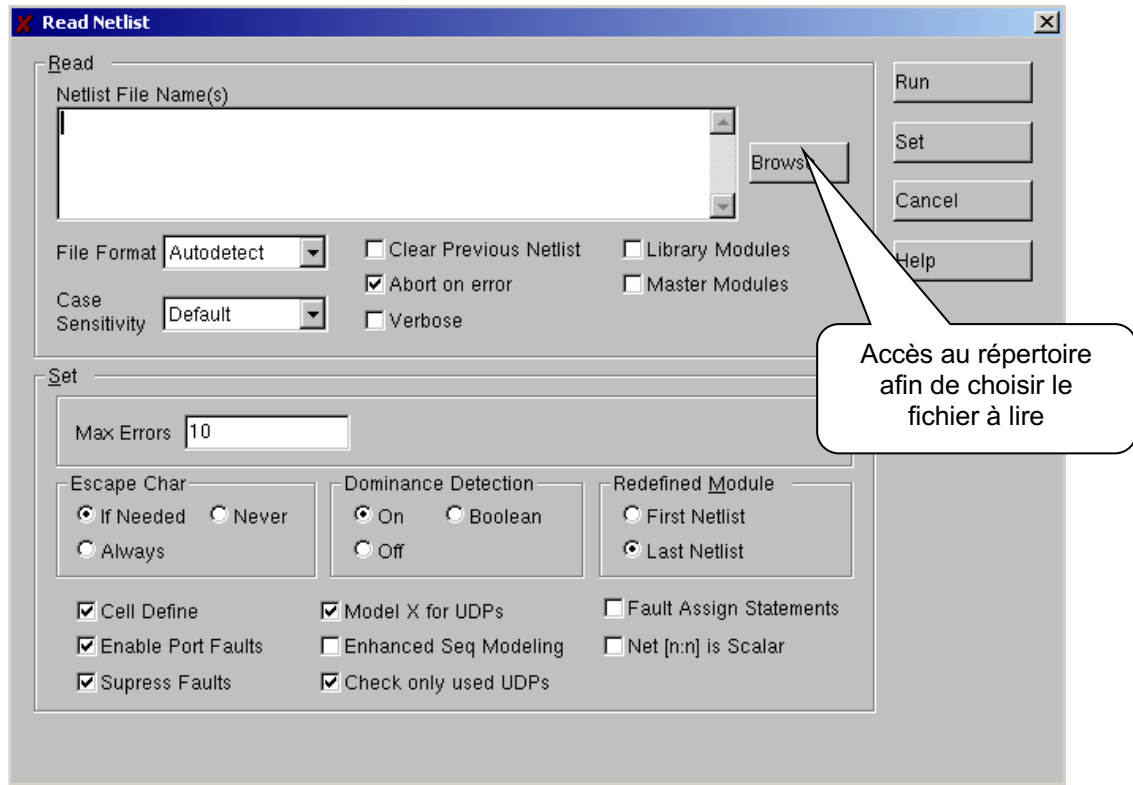

Figure 2 : Fenêtre de lecture de fichier
- Lecture de la description du circuit : A l'aide du bouton **NetList** vous obtenez la fenêtre présentée sur la Figure 2. A partir de cette fenêtre, vous devez choisir les fichiers d'entrées, c'est-à-dire la bibliothèque et la description du circuit. Dans un premier temps, vous devez lire le fichier `lib_comb.v` en cochant **Library Modules**.